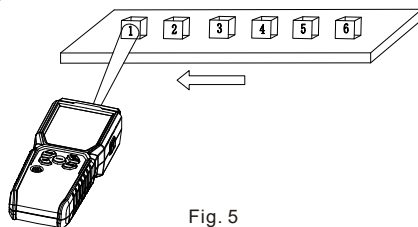

Fig. 5
2. Sans contact ---Mesure de REV (Fig.5)